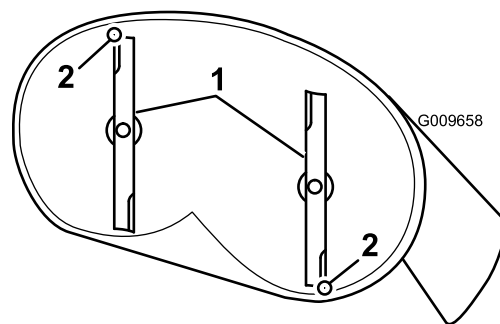
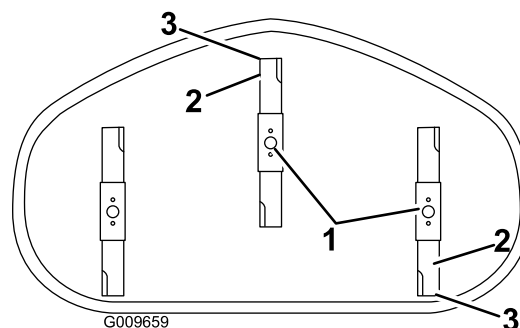

Figura 64
Figura 65
4. Gire cuidadosamente las cuchillas colocándolas en el sentido de avance de la máquina (Figura 64 y Figura 65).
5. Mida entre la punta de la cuchilla delantera y la superficie plana y entre la punta de la cuchilla trasera y la superficie plana (Figura 64 y Figura 65). Si la punta de la cuchilla delantera no está entre 1,6 y 7,9 mm más baja que la punta de la cuchilla trasera, ajuste la contratuerca delantera.
8. Compruebe la inclinación longitudinal de nuevo después del ajuste. Siga ajustando la tuerca hasta que la punta de la cuchilla más avanzada esté entre 1,6–7,9 mm más baja que la punta de la cuchilla más atrasada (Figura 64 y Figura 65).